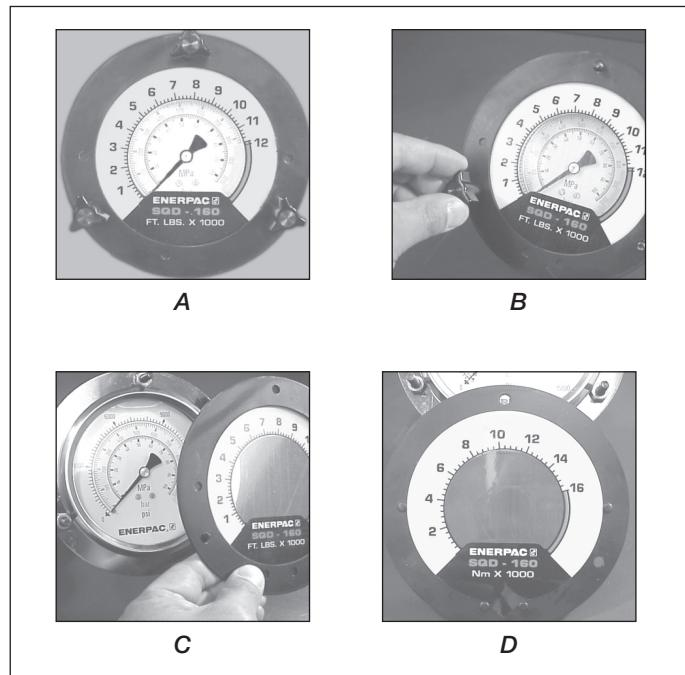

図8 オーバーレイの取り付け
ポンプには、圧力計が付属されています。また、トルク値表示オーバーレイも各ポンプに付属しています。トルクオーバーレイを圧力計の目盛面にかぶせるだけで、圧力読み取りとトルク読み取りを簡単に切り替えることができます(図8のA参照)。オーバーレイの一方の面はヤードポンド単位(Ft.-lbs)、片方の面はメートル単位(Nm)を表示するようになっています。オーバーレイカバーを裏返して、目盛の単位を変更できます。
- 圧力計の正面フランジを所定の位置に保持している3つの黒いウイングノブを外します(図8のB参照)。
- 正面フランジとオーバーレイを取り外します(図8のC参照)。
- 新しいオーバーレイをフランジにかぶせます(ご使用のEnerpacトルクレンチに適したオーバーレイか必ず確認してください)。オーバーレイをフランジの裏にあるくぼみに合わせます(図8のD参照)。
- オーバーレイとフランジを重ねて持ちながら(図8のC参照)、フランジをノブスタッズに入れます。必要に応じて、オーバーレイの位置を調整して、ノブを指で締めます(図8のB参照)。フランジとオーバーレイが圧力計に押し付けられ、定位置に固定されます。トルク設定に必要な圧力値については、トルクレンチの説明書を参照してください。最大圧力値はレンチやアクセサリの種類によって異なりますので、ご注意ください。